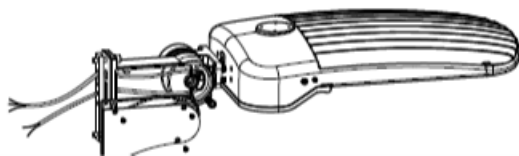

Figure 5
2. Installer et rattacher la première moitié du support à l'aide des vis incluses. (Figure 5)
3. Retirer les vis de l'autre moitié du support et les mettre de côté. Retirer la plaque du couvercle latéral et la mettre de côté. (Figure 5)